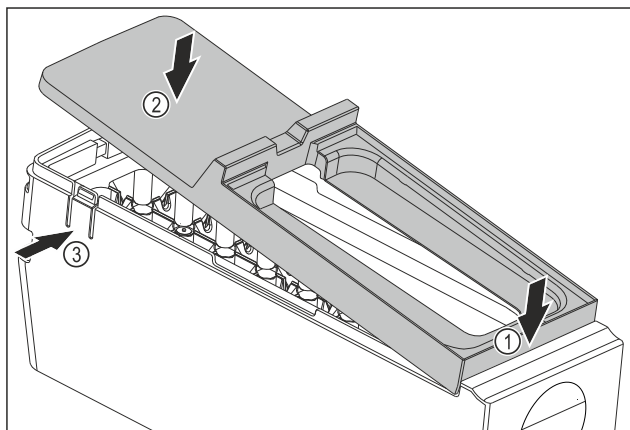

Fig. 144
- Monter le couvercle du corps de l'EasyTwist-Ice : Placer le couvercle à l'avant. *Fig. 144 (1)*
- Abaisser le couvercle à l'arrière. *Fig. 144 (2)*
- L'enclenchement du couvercle dans les deux languettes *Fig. 144 (3)* se fait entendre.